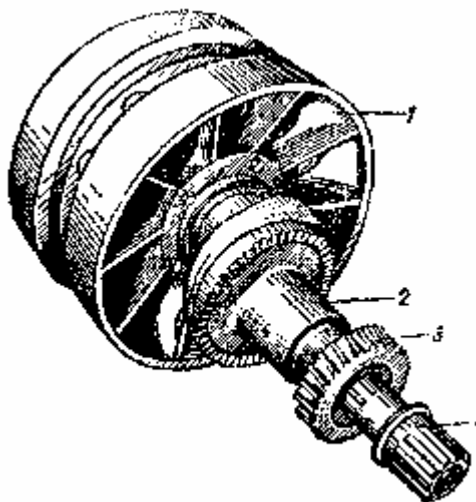

Рис. 134. Общий вид направляющего колеса с кривошипом:
- На рис. 134 показан общий вид направляющего колеса с кривошипом.